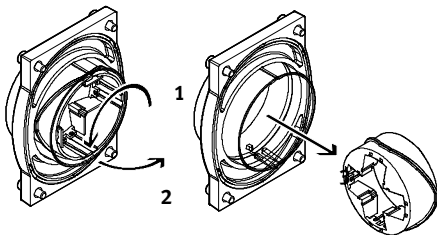

Fig. 10: Anzeigering entnehmen
2. Schwenken Sie den Anzeigering um 90° (siehe Fig. 10).
1. Stecken Sie den Anzeigering wieder in den Deckel der Sensorbox. Gehen Sie dabei in umgekehrter Reihenfolge wie bei der Demontage vor (→ auch Fig. 10).